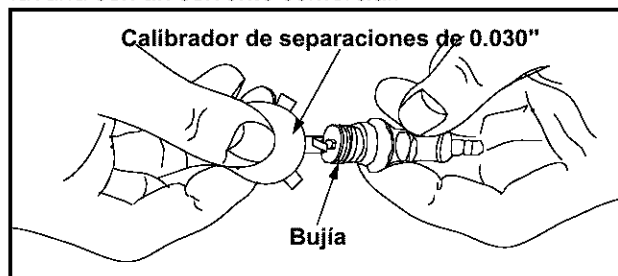

Figura 10
- Limpiar la bujía y ajustar la distancia entre electrodos a 0.030 pulgada por lo menos una vez en la temporada o cada 50 horas de funcionamiento. Ver la Figura 10. Se recomienda cambiar la bujía al comienzo de cada temporada o estación. Consultar la lista de repuestos del motor para determinar el tipo correcto de bujía.